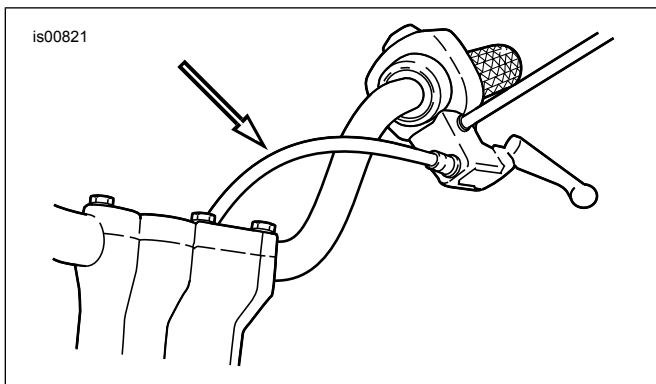

Figure 2. Nouvel acheminement du câble d'embrayage
2. Maintenir le régléur de câble avec une clé de 1/2 po et desserrer l'écrou de blocage (3) à l'aide d'une clé de 9/16 po. Éloigner l'écrou de blocage du régléur de câble. Amener le régléur vers l'écrou de blocage afin de donner du jeu au levier de guidon.
5. Voir Figure 2 . Réacheminer le câble d'embrayage du côté intérieur du guidon.